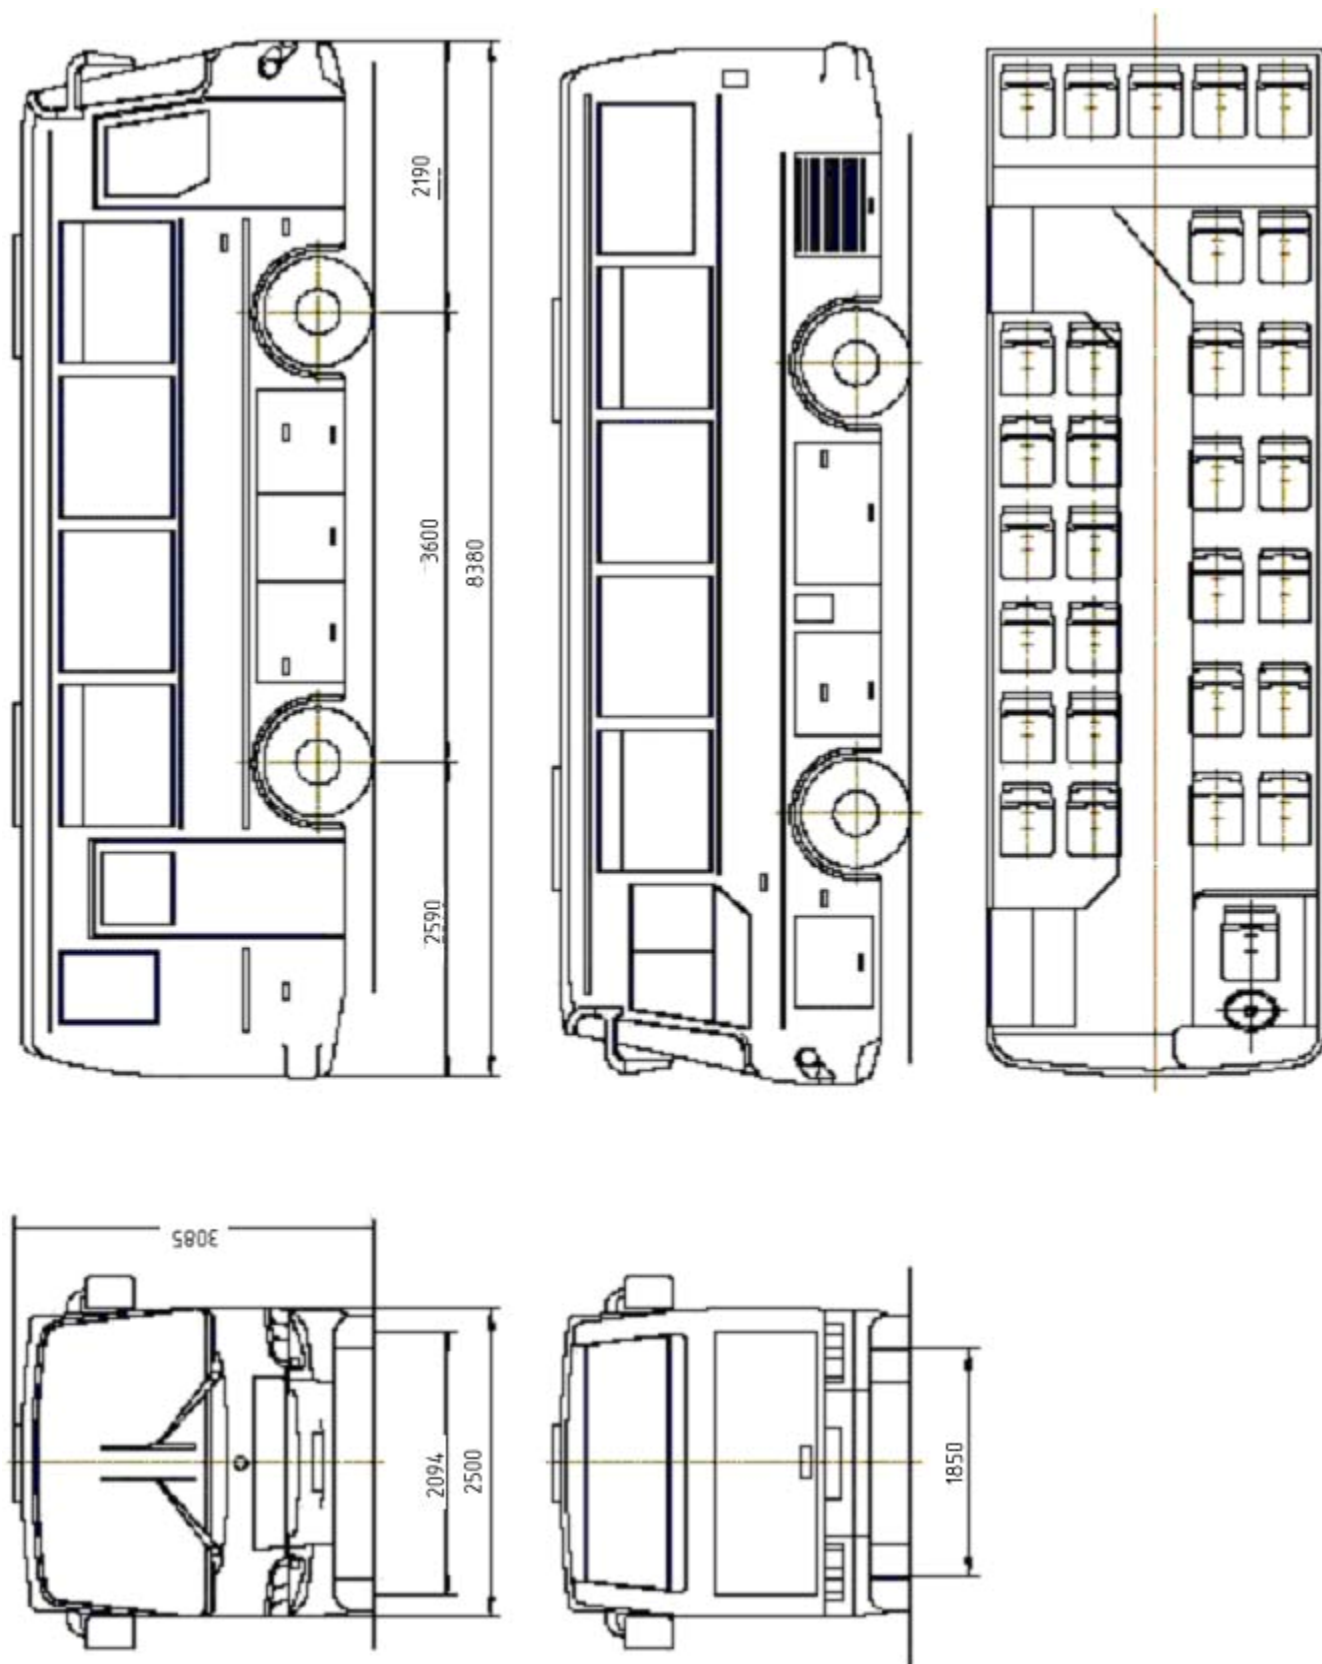

Рис.5
- 3.2 Ставит ключ выключателя приборов в положение I (см. рис. 5);
- 3.3 Запуск двигателя (перевод ключа выключателя приборов в положение II на рис.5) производится после того, как погаснет контрольная лампа «START» самотестирования электронного блока управления двигателем (см. рис.12).